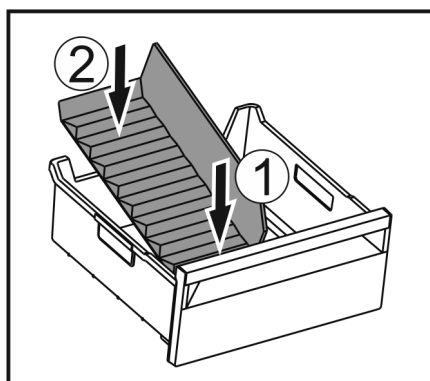

Fig. 187
- Sæt den forreste del af frostrumsadskilleren i. Fig. 187 (1)
- Sæt den bageste del af frostrumsadskilleren ned i skuffebunden. Fig. 187 (2)